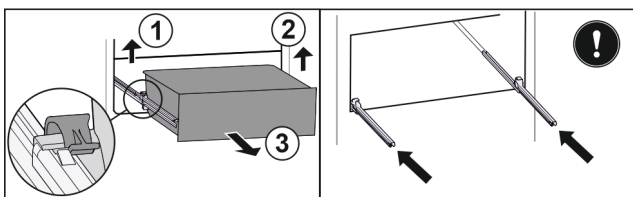

Fig. 149
- ▶ Linke Klemme anheben und gleichzeitig Schubfach links nach vorne ziehen. Fig. 149 (1)
- ▶ Rechte Klemme anheben und gleichzeitig Schubfach rechts nach vorne ziehen. Fig. 149 (2)
- ▶ Schubfach nach vorne entnehmen. Fig. 149 (3)